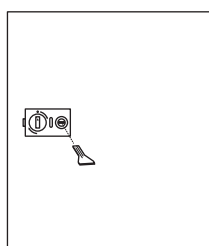
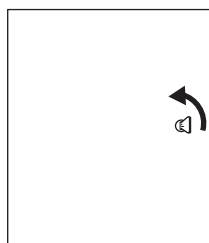

図1 (表扉)
図2 (裏扉)
■表扉より取り出す場合 (図1)
- ① カギを差し込み右に回し扉を開け荷物を取り出します。
- ② 取り出した後しっかり扉を閉めます。
- ① カギを差し込み左に回し扉を開け、荷物を取り出します。(図2)